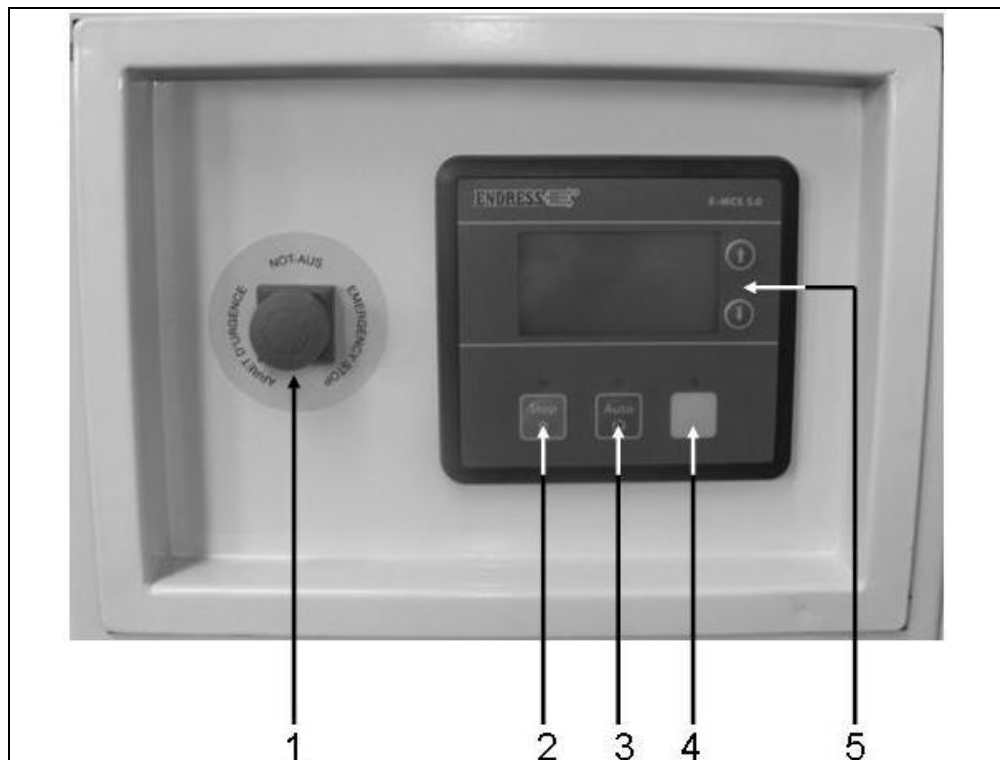

Abb. 4-5: Motor starten
1. START- Taste (Abb. 4-5-(4)) einmal drücken.
2. STOP- Taste (*Abb. 4-5-(2)*) einmal drücken.
5. STOP- Taste (*Abb. 4-5-(2)*) ein zweites mal drücken wird das Gerät sofort ohne Kühllauf gestoppt (wird nicht empfohlen).